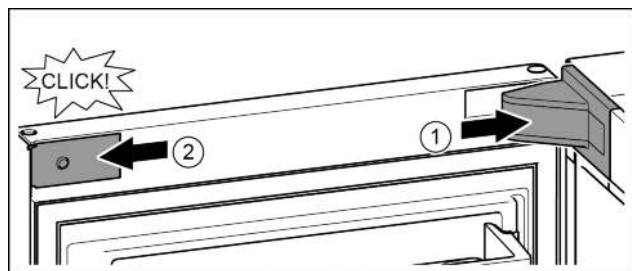

Fig. 24
- Крышку опорного кронштейна установить и зафиксировать, при необходимости, осторожно разжать. Fig. 24 (1)
- Установить сбоку накладку и зафиксировать. Fig. 24 (2)